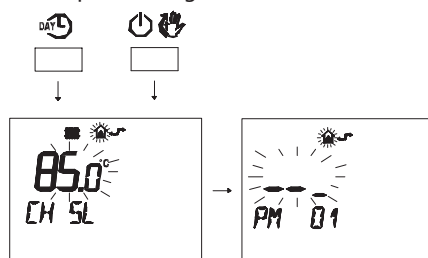

Figura 5.57
- Premere contemporaneamente i pulsanti e per entrare nella programmazione trasparente (Figura 5.57).